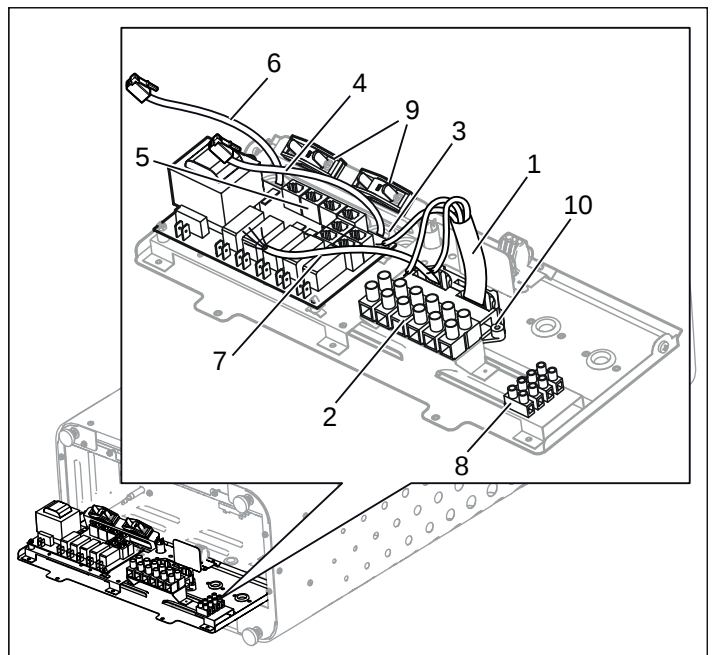
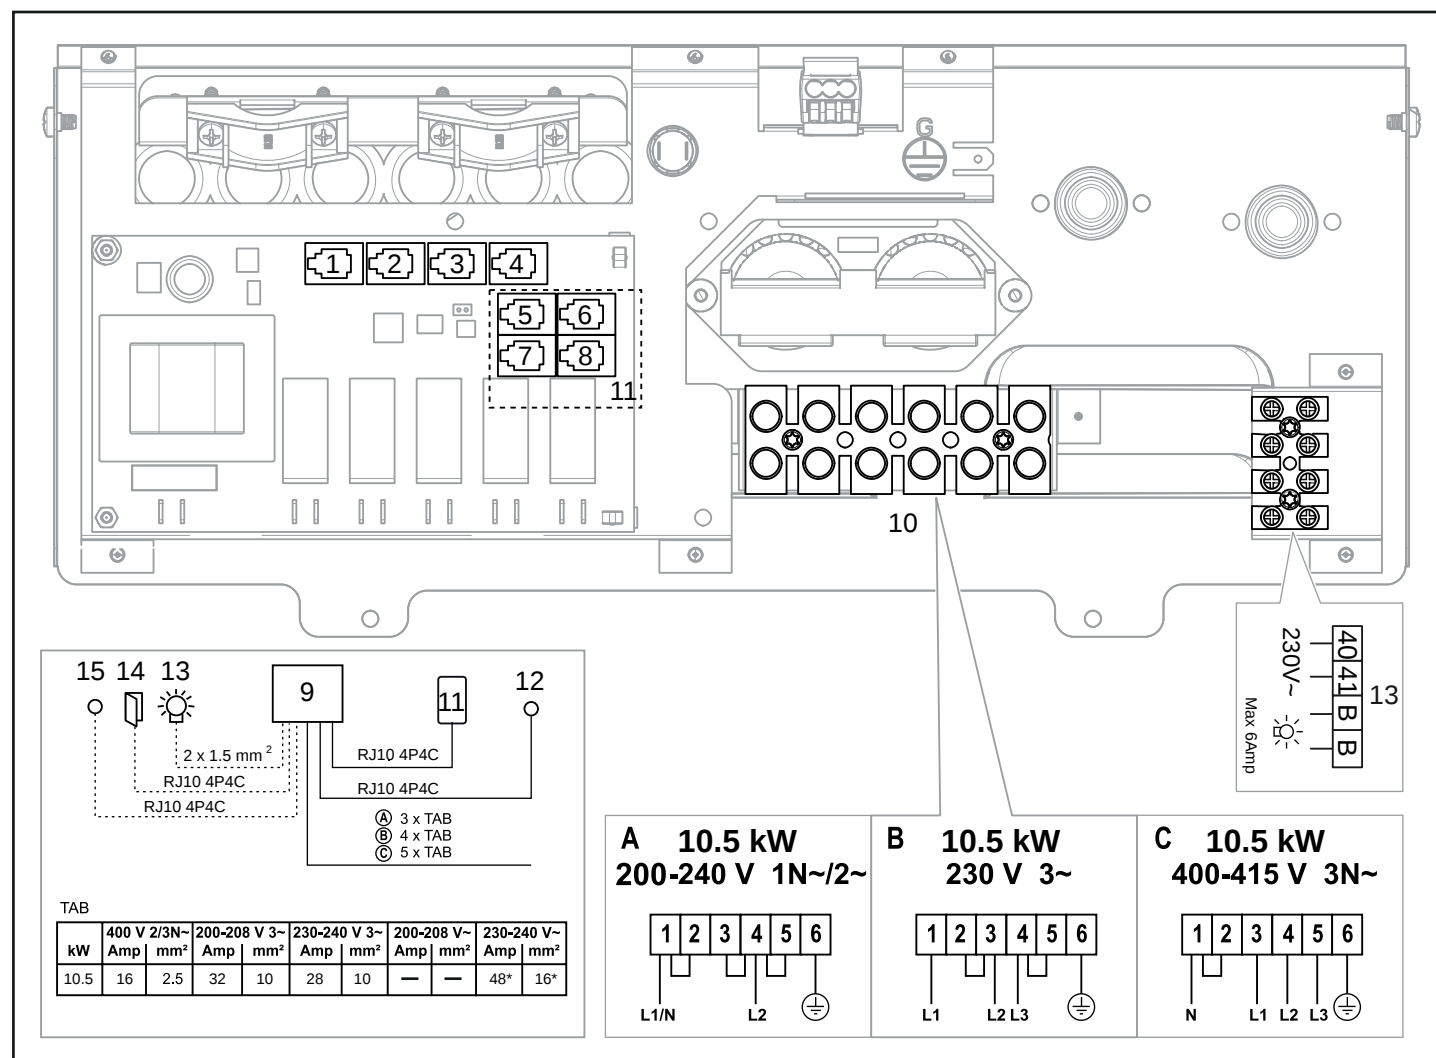

Рисунок 8: Монтажная плата
Рисунок 11: Схема соединений
3. Подключите провод (1) к соединению (2) (см. рис. 8) согласно схеме соединений (см. раздел Подключение/схема соединений, страница 29).
4. Протяните кабели к панели управления и датчику температуры через кабельные вводы (3). Подключите кабель панели управления (4) к одному из четырех контактов RS485 (поз. 5-8) (5) (см. рис. 8) в соответствии с схемой соединений (см. раздел Подключение/Схема соединений, страница 29).
5. Подключите кабель датчика (6) к NTC-контакту на плате (поз. 1) (5) (см. раздел Подключение/Схема соединений, страница 29) в соответствии с схемой соединений (см. раздел Подключение/Схема соединений, страница 29).
6. Подключите провод к соединению (7) см. рис. 8, страница 27, к клеммнику (8) согласно схеме соединений, рис. 11, страница 29.
При подключении к источникам напряжения или при ином числе фаз, если это не указано в схеме соединений, рис. 11, страница 29, свяжитесь с технической службой Tylö.